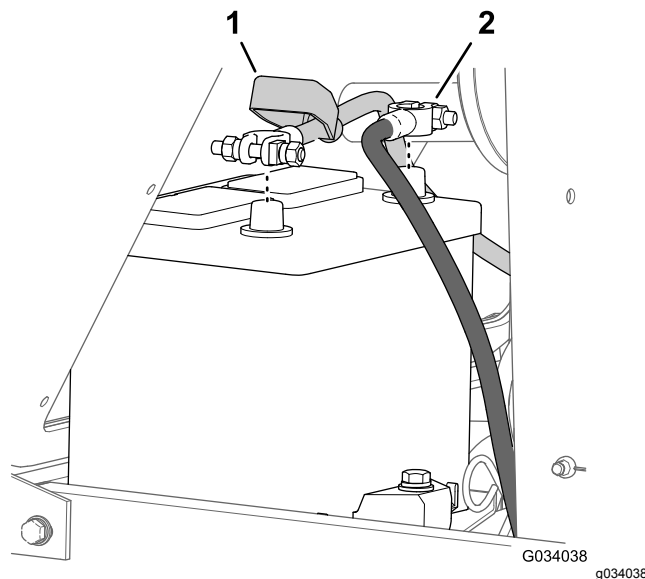

Figura 53
2. Desligue o cabo negativo (-) do polo da bateria (Figura 53).
3. Deslize a cobertura do isolador para longe da abraçadeira de cabos de bateria (Figura 53).
4. Desligue o cabo positivo (+) do polo da bateria (Figura 53).
7. Ligue o cabo positivo (+) ao polo da bateria positivo (Figura 53)
8. Ligue o cabo negativo (-) ao polo da bateria negativo (Figura 53).